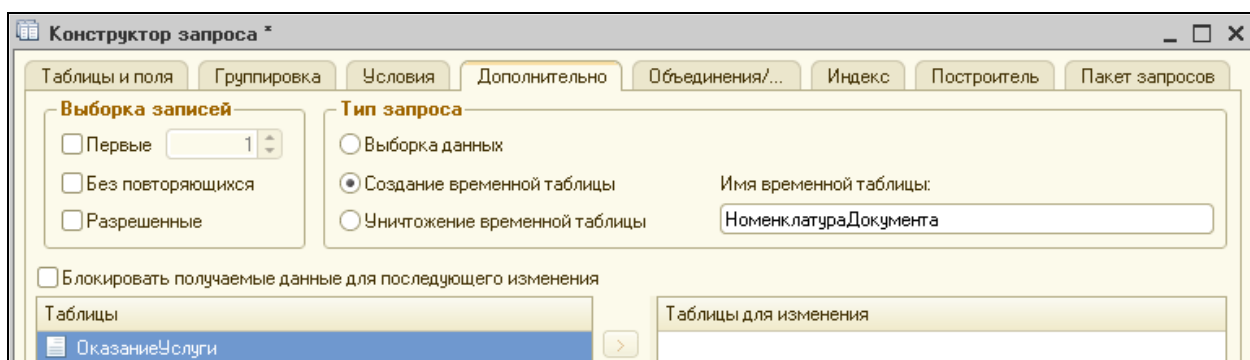

Рисунок 5.7 Создание временной таблицы
8. Перейти на закладку **Дополнительно** для того чтобы результат запроса поместить во временную таблицу. На этой закладке создадим временную таблицу, в которую будет помещаться результат запроса (рис. 5.7). Нажать ОК.